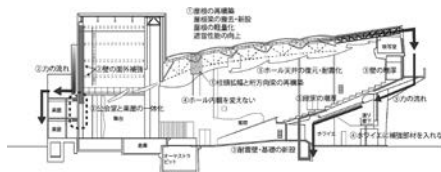

図2 補強概要図
1)屋根と屋根梁を撤去し、軽量化した屋根を新設、2)増築で分かれていた楽屋と公会堂を一体化、3)客席-ホワイエ間に壁を新設、屋根→壁→段床へと水平力の伝達ルートを確認、とされています (図2)。